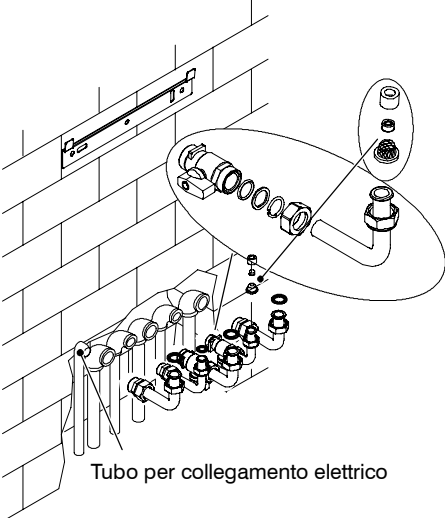

fig. 5.5
- 3 Avvitare i rubinetti e i raccordi rapidi sull'impianto idraulico fig. 5.5.